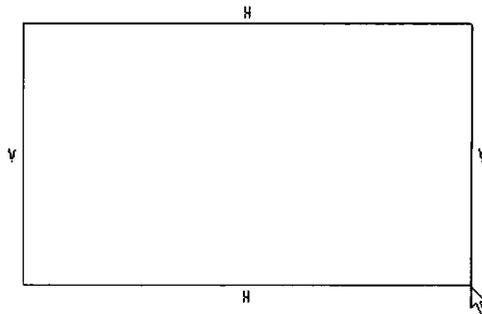

图 1-12 在绘图区内画一个长方形
10. 单击绘制草图工具栏中的 （绘制长方形）按钮，在绘图区域的左上角单击鼠标，拖动鼠标至右下角后再单击鼠标，绘制一个长方形，如图 1-12 所示。